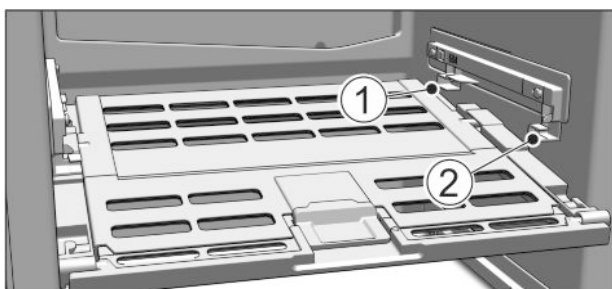

Fig. 14
- Nasazení víka přihrádky na ovoce a zeleninu: Výstupky víka zaved'te zdola do zadních držáků Fig. 14 (1) a vpředu zaklesněte do držáku Fig. 14 (2).